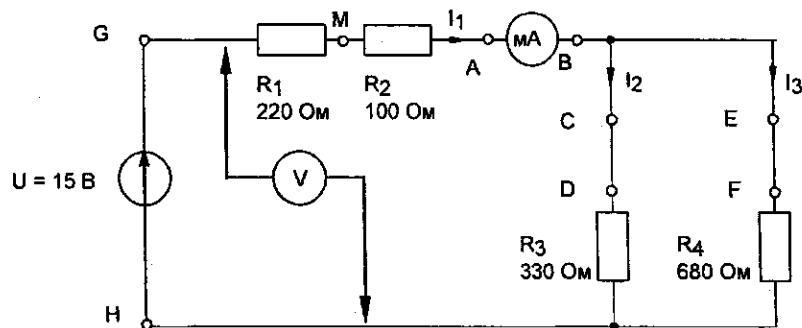

Рис. 4.9.2
- Соберите цепь согласно схеме (рис. 4.9.2), вставив перемычки между точками **A-B**, **C-D** и **E-F**. Подайте на вход цепи постоянное напряжение 15 В.